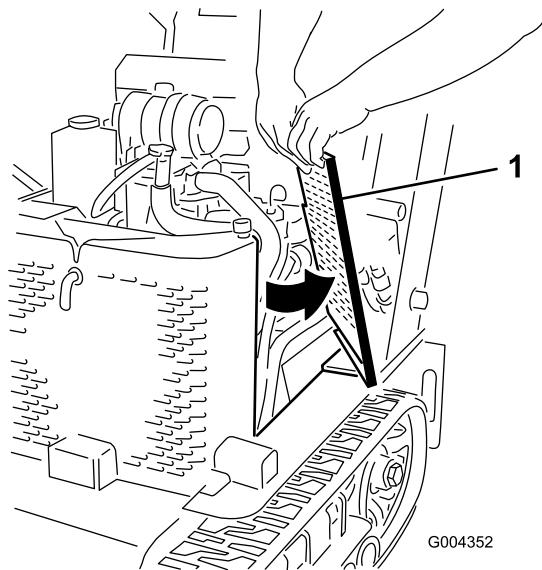

Figure 29
2. Faites coulisser les panneaux latéraux (Figure 29) vers le haut pour les sortir des fentes du panneau avant et du châssis.